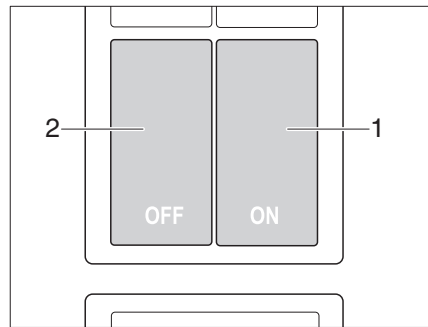

Bild 121 Schalter für Zentralverriegelung der Küchenbedienzeile
Die Küchenbedienzeile ist mit einer Zentralverriegelung ausgestattet. Die Klappen und Schubfächer des Küchenblocks lassen sich über den Schalter (Bild 121) manuell verriegeln und entriegeln.
- Verriegeln* ■ Schalter ON (Bild 121,1) drücken. Klappen und Schubfächer des Küchenblocks sind verriegelt.
- Entriegeln* ■ Schalter OFF (Bild 121,2) drücken. Klappen und Schubfächer des Küchenblocks sind entriegelt.